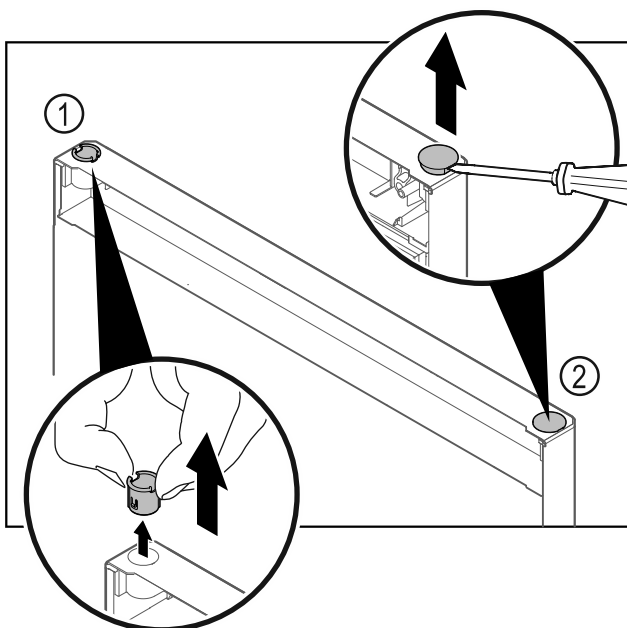

Fig. 19
- Vytiahnite puzdro závesu Fig. 19 (1) prstami.
- Plochým skrutkovačom opatrne nadvihnite kryciu zátku Fig. 19 (2) a vytiahnite ju.